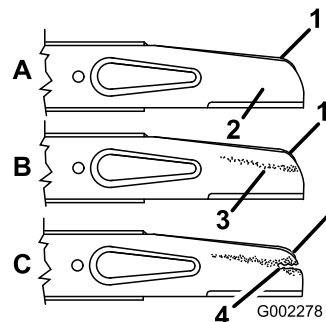

Figure 29
2. Retirez les écrous, l'accélérateur et la lame (Figure 29).